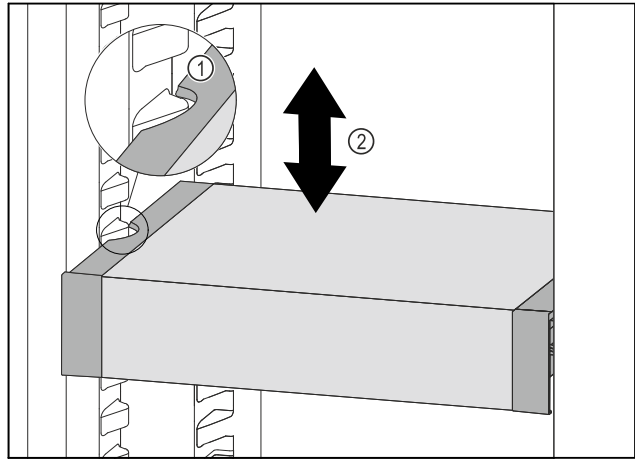

Fig. 105
- ▶ VarioSafe naar voren trekken tot de uitsparingen aan de zijkant van de VarioSafe zich ter hoogte van de rib in het koelgedeelte bevinden. Fig. 105 (1)
- ▶ VarioSafe in het koelgedeelte omhoog of omlaag bewegen tot de gewenste hoogte is bereikt. Fig. 105 (2)